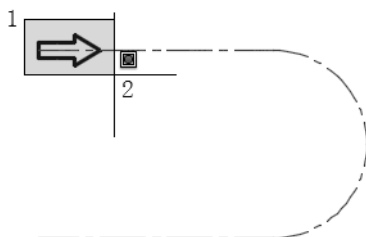

图 3-50 选择要阵列的图形对象
- 3) 选择要阵列的图形对象，如图 3-50 所示，单击〈Enter〉键。